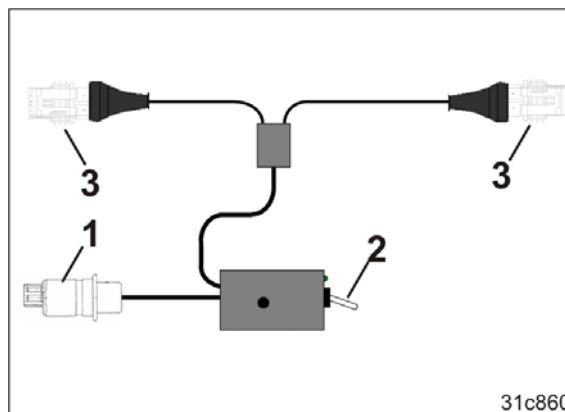

Fig. 149
18. Brancher la fiche (Fig. 149/1) de l'éclairage du châssis porte-socs sur la prise de connexion située dans la cabine du tracteur.
L'interrupteur (Fig. 149/2) sert à allumer et éteindre l'éclairage (Fig. 149/3).